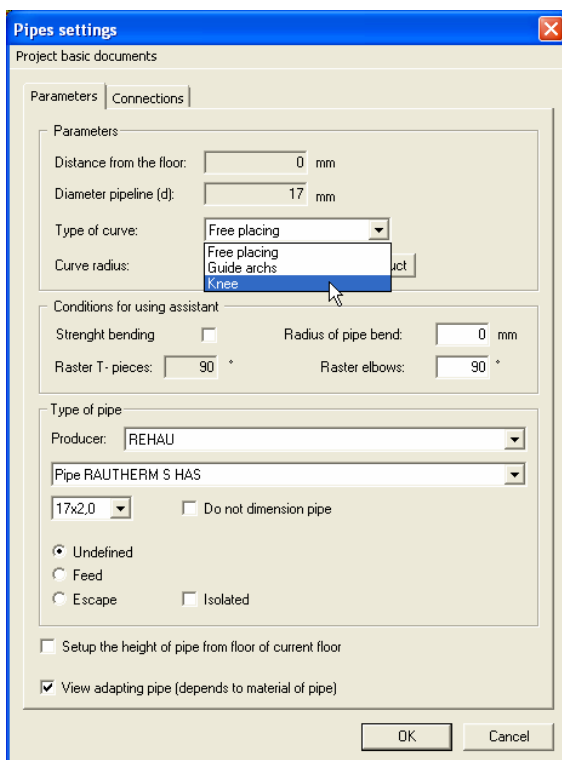

Рис. 3.2-26 Настройка трубопроводов
- нажмите правую кнопку мыши, появится шторка и в ней щелкните на *Properties/Качества*. Откроется диалоговое окно с названием *Pipes settings/Настройка трубопроводов*, в котором необходимо настроить тип и параметры трубопровода. В поле с названием *Type of pipe/Тип трубопровода* выберите *Feed/Подводящий*, потому что стандартно настроенный *Undefined/Неопределенный* трубопровод. В нашем случае выберите изготовителя REHAU и трубу RAUTHERM S HAS 17x2,0. В поле с названием *Parameters/Параметры* выберите тип изгиба *Кnee/Колено*. (Рис. 3.2-26). (При настройке типа изгиба определите, какие соединительные арматуры будут применяться в технической спецификации. Свободное уложение - это изгиб трубы без арматуры). Задание окончите щелчком кнопки OK.